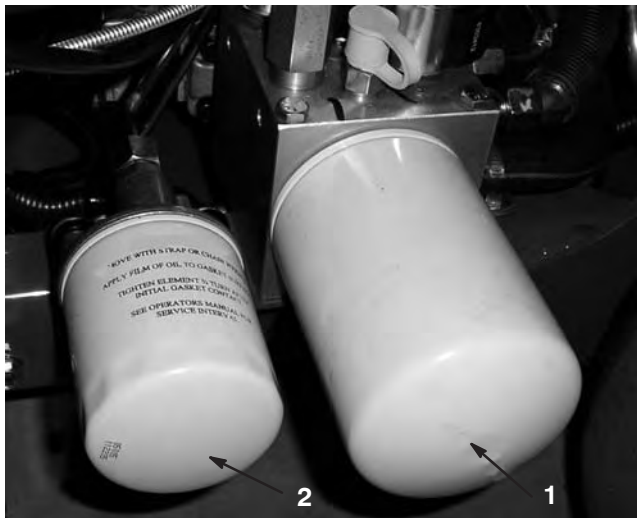

Bild 51
2. Stellen Sie eine Auffangwanne unter den Filter, bauen Sie den alten Filter aus und wischen Sie die Dichtungsfläche des Filterstutzens sauber (Bild 51).